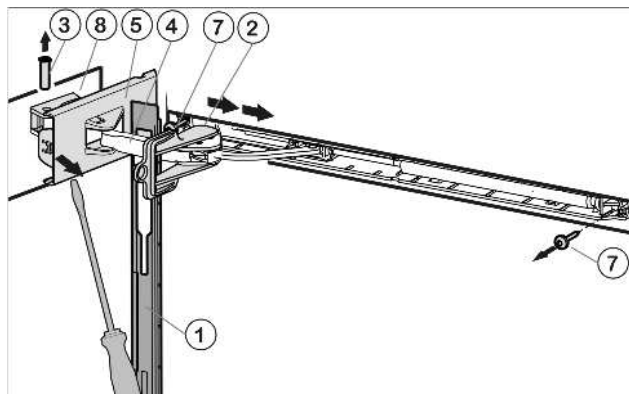

Fig. 5
- ▶ Сдвиньте накладку над амортизационной скобой Fig. 5 (4) в направлении устройства.
- ▶ Зафиксируйте предохранитель Fig. 5 (2) в продольном пазе.
- ▶ Отсоедините крышку со стороны шарнира Fig. 5 (5) с помощью отвертки до первого фиксатора.
- ▶ Выдавите палец Fig. 5 (3) снизу.
- ▶ Нажмите амортизационную скобу Fig. 5 (4) в направлении двери.
- ▶ Полностью отсоедините и снимите крышку со стороны шарнира Fig. 5 (5).
- ▶ Снимите накладку Fig. 5 (1).
- ▶ Открутите узел амортизатора закрывания двери (2 шт. Torx® 15) Fig. 5 (7).